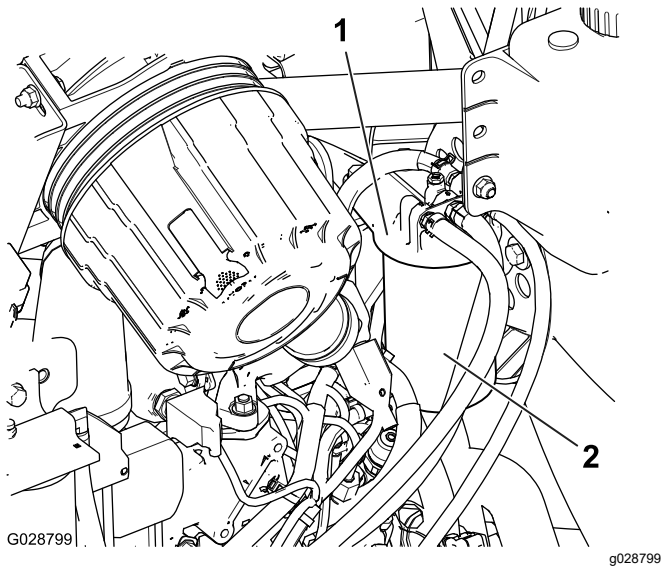

Figure 45
1. Nettoyez la surface autour de la tête du filtre à carburant (Figure 45).
2. Déposez le filtre et nettoyez la surface de montage de la tête du filtre (Figure 45).